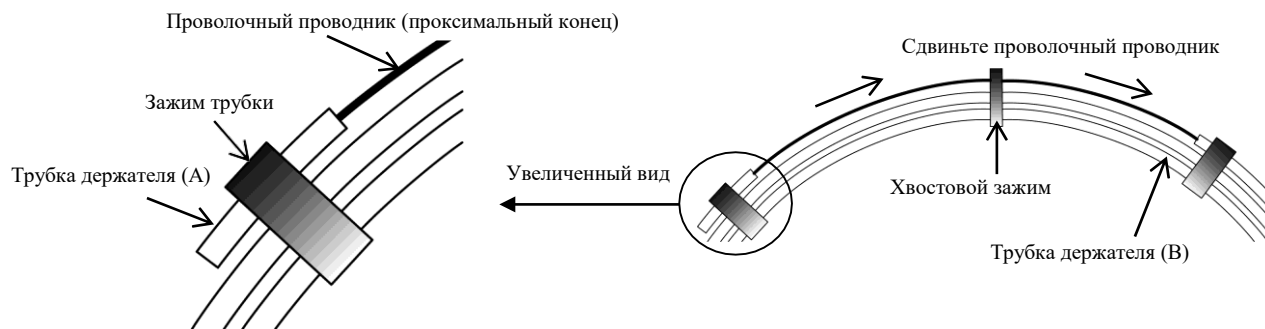

Рисунок 2
- Освободите проводочный проводник от хвостового зажима и медленно сдвиньте его, толкая дистальный конец проводочного проводника через трубку держателя (В). (Рис. 2)